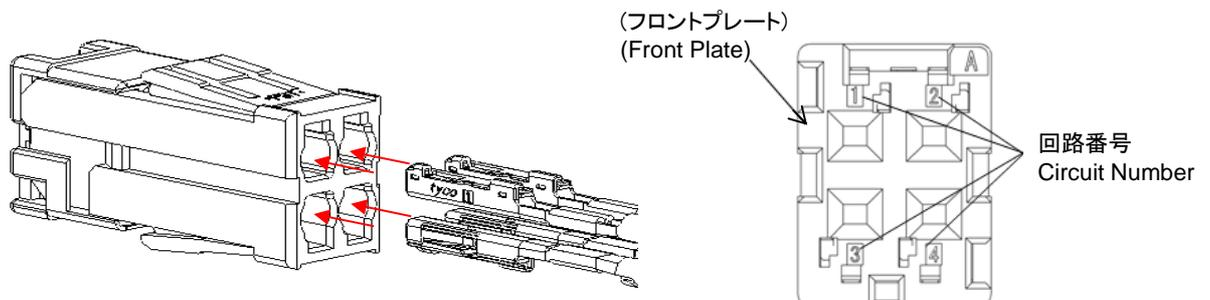

Fig.14
- B. Fig.14 に示すコンタクトの向きで、フロントプレートに刻印されている回路番号を参考に該当するキャビティに挿入して下さい。端子が係止され、それ以上挿入できなければ完了です。
Make sure circuit No. of front plate and insert contacts into specified cavities of "Sub Assembly" as shown in Fig.14. When contacts are locked and do not go in, inserting is complete.